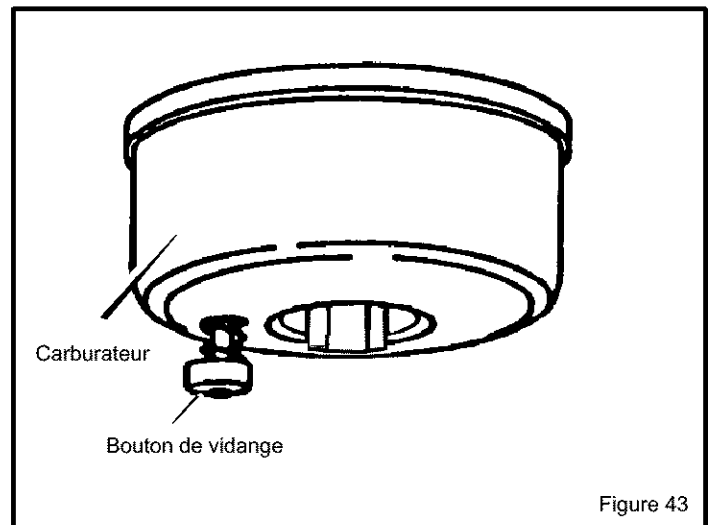

Figure 43
1. Pour vidanger l'essence, faire tourner le moteur jusqu'à ce qu'il tombe en panne sèche. Vidanger l'essence résiduelle du carburateur en appuyant sur le bouton de vidange situé à la base du carburateur (voir Figure 43).